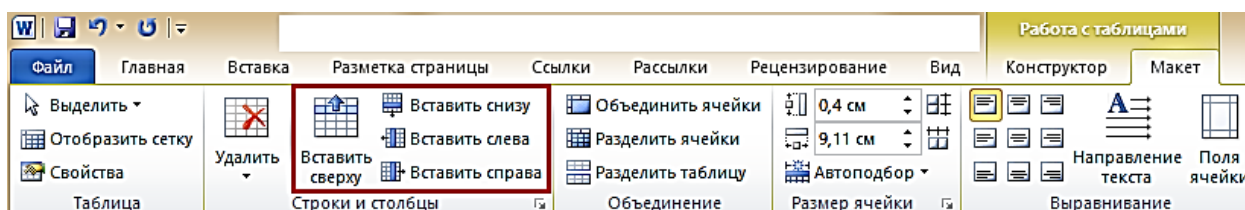

Рис. 63. Добавление столбцов с использованием контекстной вкладки «Макет»
2. Нажать кнопку **Вставить слева** или **Вставить справа** группы **Строки и столбцы** (рис. 63).